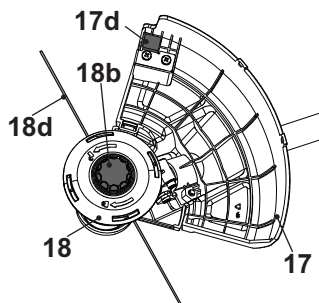

Fig. 27
1. Tapez le bouton-poussoir (18b) contre un sol dur pour que la tête de coupe (18) libère les fils de coupe (18d).
2. L'excès de fil sera coupé par la lame (17d) (Fig. 27).